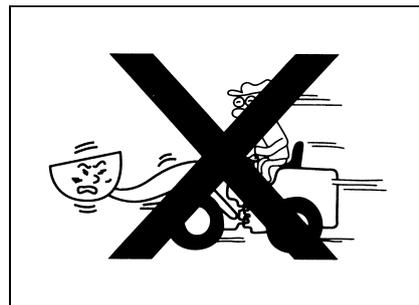

Рис. 1-52
- Следует хорошо знать работоспособность погрузчика. Определить подходящую скорость по конкретному состоянию рабочего места. Кроме того, следует решить маршрут работы и рабочий метод погрузчика, чтобы связанные лица хорошо знали и освоили их (рис. 1-52)..